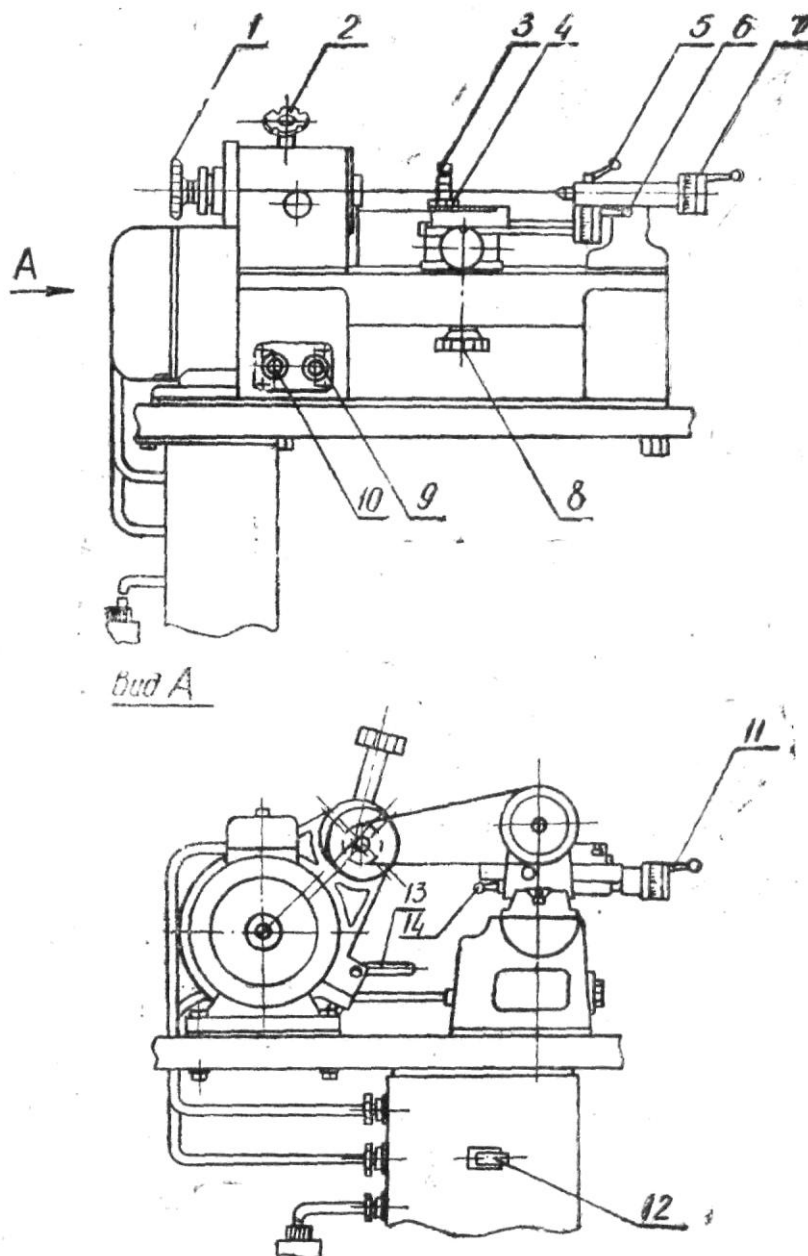

Рис. 3. Расположение органов управления.
1.3.1. Общий вид с обозначением органов управления (рис. 3.).
Поз. см. рис. 3	Органы управления и их назначение